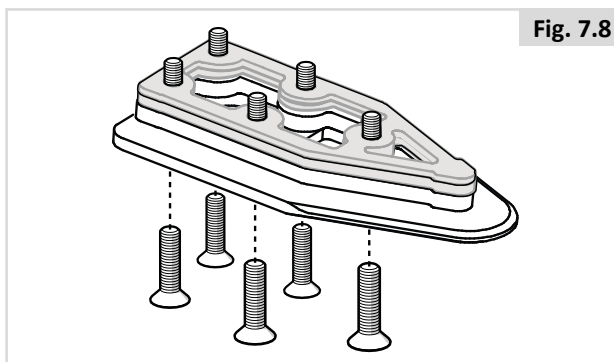

Fig. 7.8
3. Sett de fem skruene gjennom festeplaten, det obligatoriske 8 mm avstandsstykket, og de valgfrie avstandsstykkene du ønsker (grå farge på bildet) (Fig. 7.8).